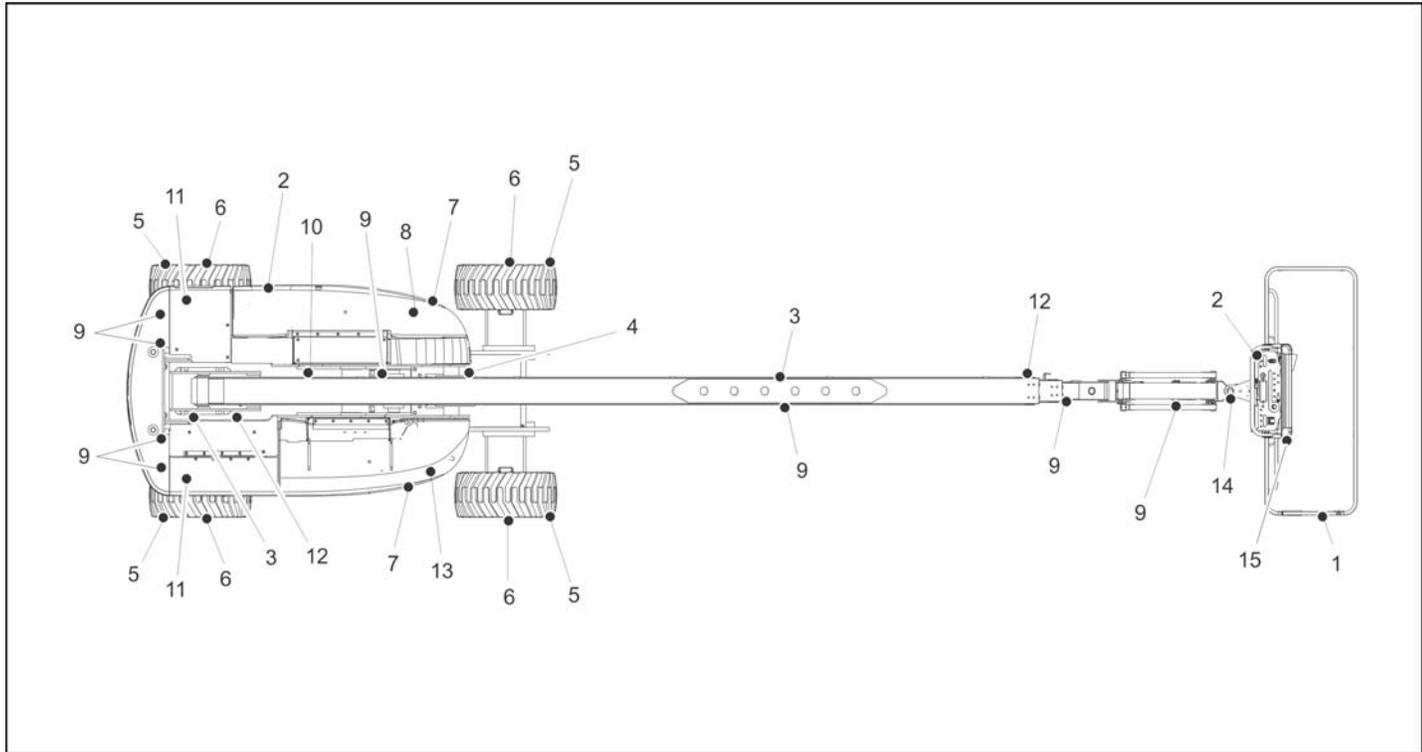

Figure 2-3. Ronde d'inspection quotidienne - Fiche 1 de 2
5. **Ronde d'inspection** – Voir la Figure 2-3. et la Figure 2-4.